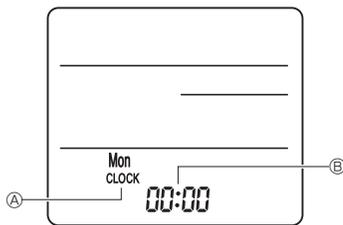

Fig. 7-8
3) Réglage (Réglage de l'horloge) (Fig. 7-8)
① Insérez les piles ou appuyez sur la touche ● CLOCK à l'aide d'un objet pointu.